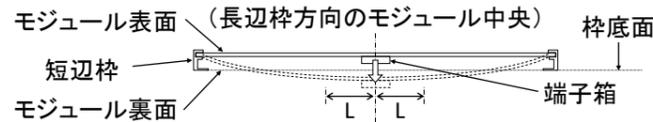

図3. モジュールのたわみ模式図(側面)
- ・ 太陽電池モジュールはモジュール表面への荷重負荷により、図3のように凹状のたわみが生じます。その際、モジュールが架台や屋根などに接触すると破損する恐れがありますので、モジュール裏面と架台などとの間には十分な隙間を確保してください。また、端子箱と架台などとの接触を避けるため、 $L < 70\text{mm}$ (L は長辺枠方向のモジュール中央からの距離)の範囲に架台などを配置しないでください。